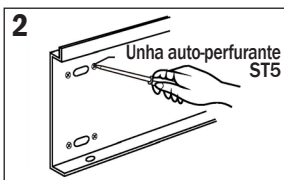

Figura 2
2. Ao instalar em uma parede macia, como uma placa de madeira, use um prego autorroscante ST5 para fixar a placa de instalação na parede, conforme mostrado na figura 2.
2. Quando si installa su una parete morbida come una tavola di legno, utilizzare il chiodo autofilettante ST5 per fissare la scheda di installazione sulla parete, come mostrato nella figura 2.